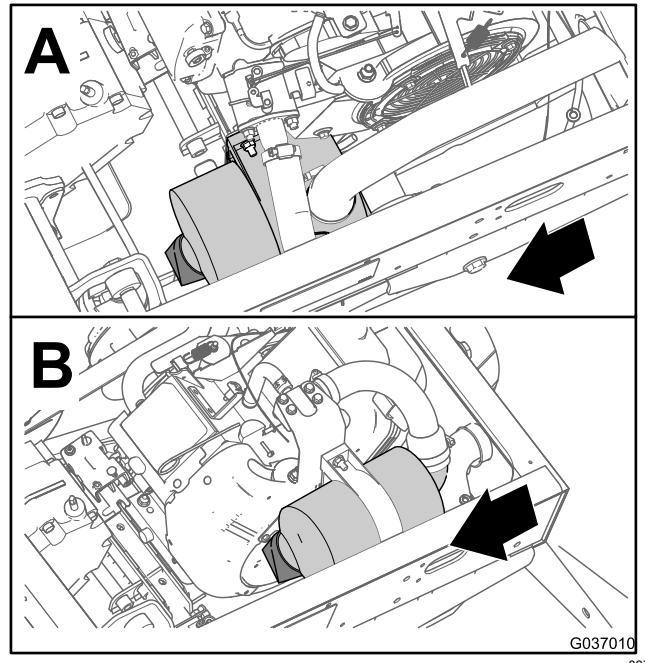
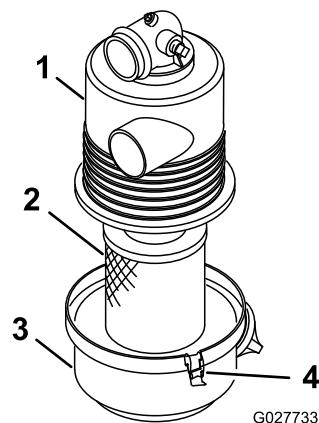

Figura 32
Figura 33
- Verifique se existe algum dano no corpo do filtro de ar que possa provocar uma fuga de ar (Figura 32 e Figura 33).
- Liberte os trincos que fixam a cobertura do filtro de ar respetiva caixa (Figura 33).
- Separar a cobertura do filtro de ar da caixa e limpe o interior da cobertura (Figura 33).
3. Insira o elemento do filtro de ar na caixa do filtro (Figura 33).
4. Alinhe a cobertura do filtro de ar com a caixa (Figura 33).
5. Prenda a cobertura à caixa com as patilhas (Figura 33).